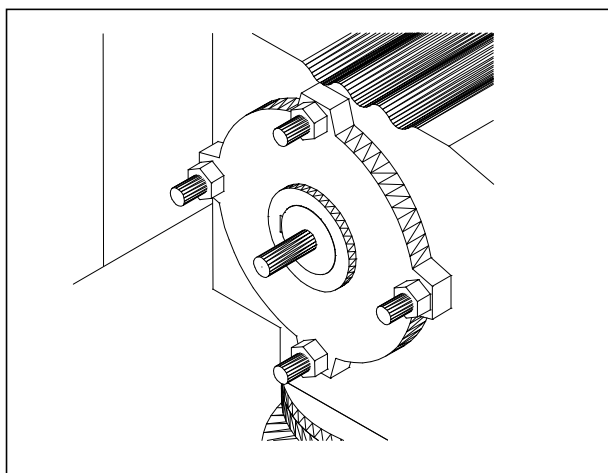

Figura 30
4. Após o encaixe do conjunto acionador certifique-se que o lado de fora do redutor esteja alinhado com o rebaixo do eixo. (Veja figura 30)